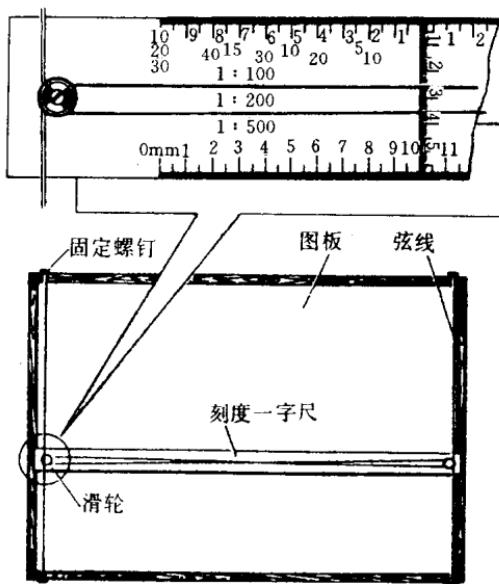

图 1-10 刻度一字尺
(11) 刻度一字尺：一字尺为一根带刻度的直尺，两端配以滑轮，用两根弦线把它张紧在图板上，如图 1-10 所示。它可代替丁字尺。